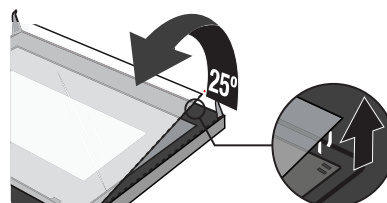

Figura 4
4. Separare il vetro con cura sollevandolo di circa 25°. (Figura 4)